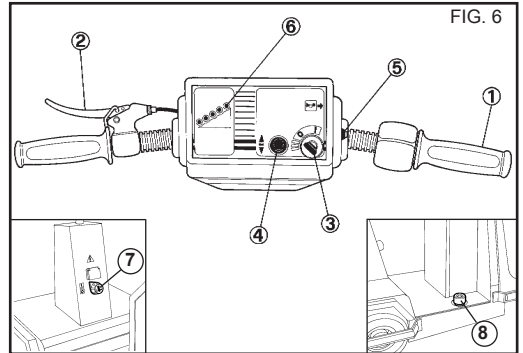

FIG. 6
DISPOSITIVOS DE MANDO MOD. 250 - FIG. 6
1) Meter la llave de arranque y girarla en sentido horario hasta la posición (I) (fig. 8) se encenderán los indicadores luminosos en el panel para indicar que el vehículo está encendido, esperar 2-3 segundo aproximadamente. (Ref. 6 Fig. 6 - 7). Accionar el interruptor de emergencia girando el botón hacia la pos. "I". (Ref. 7 - 11, Fig. 6 - 7)
Elegir con el cambio (Ref. 4 fig. 6 - 7) el sentido de la marcha (delante-atrás).
- Arrancar el vehículo con el puño de arranque/acelerador (Ref. 1 Fig. 6 - 7)
⚠ Mantener apretado con un pie el interruptor Hombre a bordo. Al quitar el pie del interruptor el vehículo se para automáticamente. (Ref. 8 - 12, Fig. 6 - 7)
El vehículo debe usarse hasta que la batería esté completamente descargada (indicador amarillo y rojo encendido en el panel Ref. 6 Fig. 6 - 7). La duración del trabajo debe programarse en función de la autonomía.
Poner al mínimo el puño de encendido/acelerador (Ref. 1 Fig. 6 - 7)
La batería debe recargarse cuando la luz verde esté apagada (Ref. 6 Fig. 6 - 7) y cuando se encienda la luz amarilla y roja. El tiempo medio de recarga necesario es de casi 8 horas. Para recargar las baterías, use sólo un cargador de baterías electrónico aconsejado por el revendedor o fabricante.